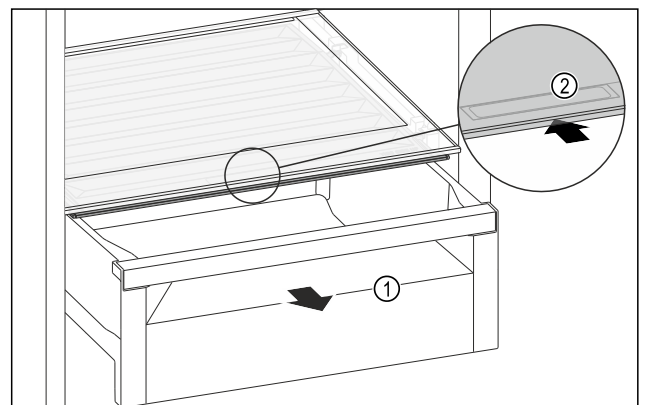

Fig. 104
- Retirer le tiroir Fig. 104 (1).
- Saisir la poignée encastrée Fig. 104 (2) du couvercle du compartiment et pousser le couvercle du compartiment vers l'arrière.